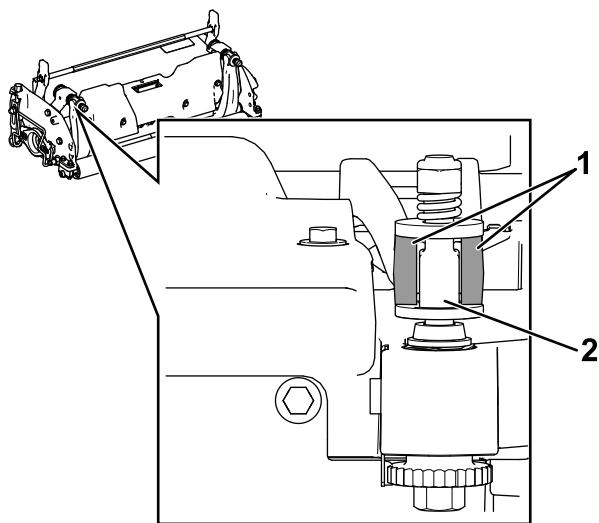

図 26
1. ベッドバー/ベッドナイフアセンブリを取り付け、固定用耳をワッシャーとベッドバー調整ネジ (図 26) の間に配置する。
重要 図 26に示すように、DPA アジャスターをベッドバーの耳の中央に配置する。